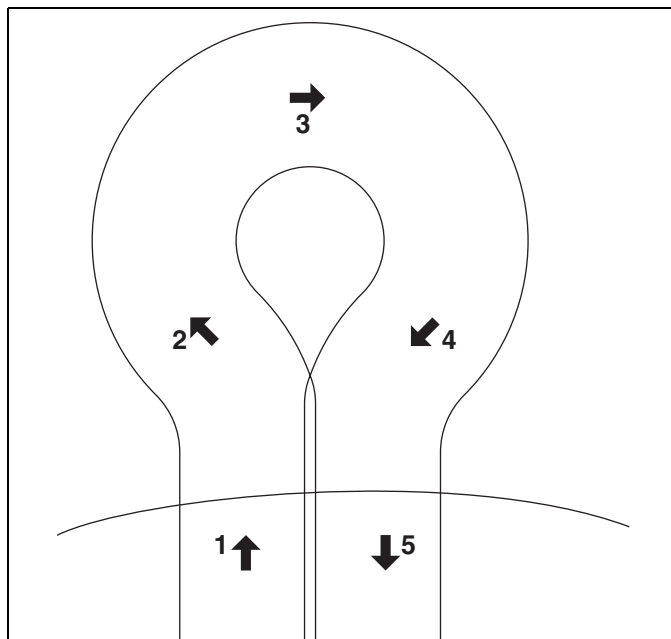

Figura 6F
- e. Para virar para a direita, comece por rodar o corta-relvas ligeiramente para a esquerda (**2**). Quando o corta-relvas se tiver movido aproximadamente 1/2 da sua própria largura, gire-o rapidamente para a direita (**3 e 4**), guiando o corta-relvas com a sua mão direita. Este método torna possível girar rapidamente com muito poucos passos. [Figura 6F]